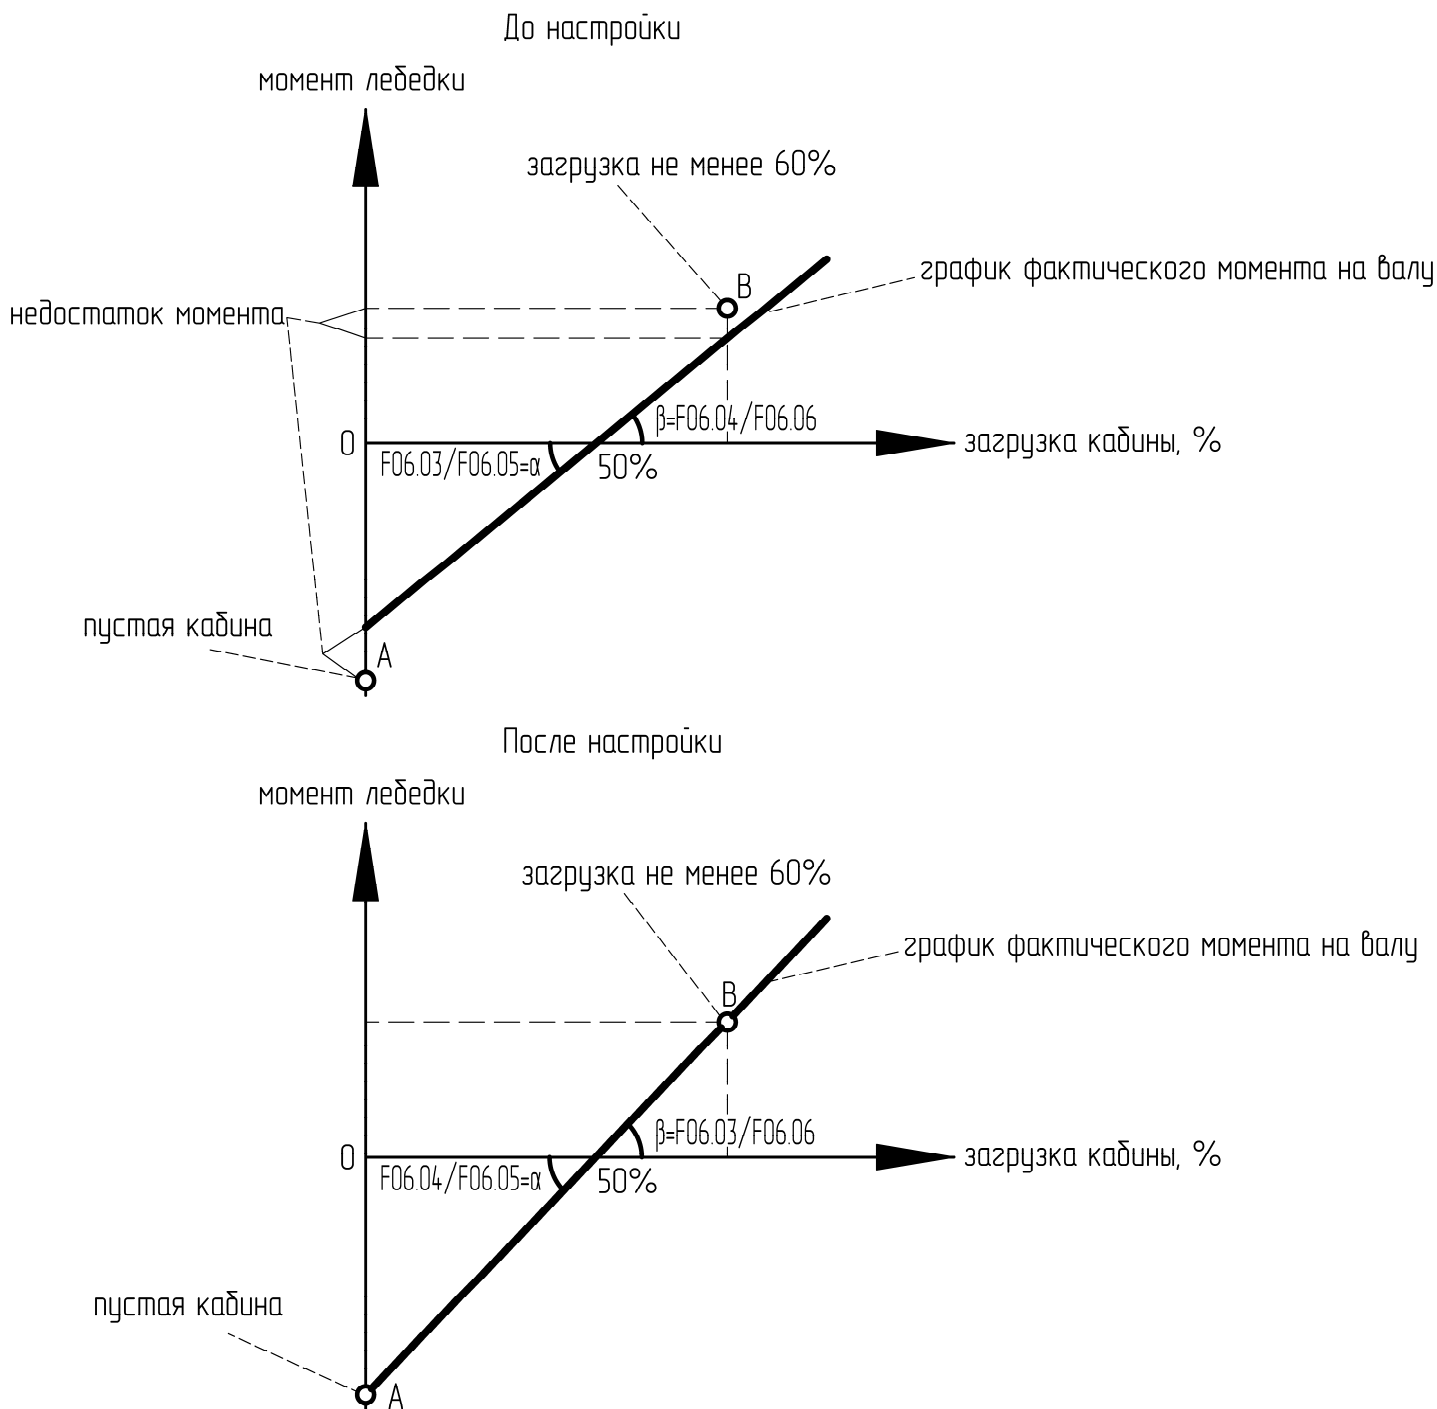

Рисунок 8.3 – Принцип настройки противоотката
7. **Определение момента точки А (рисунок 8.3):** Подать команду «Вверх» от станции управления и следить за перемещением кабины. При **откате кабины вверх** необходимо **увеличивать значение коэффициента F06.04**, при **откате кабины вниз** необходимо **уменьшать значение коэффициента F06.04** до пропадания отката. Затем установить значение **F06.05 = F06.04**, подать команду на движение вниз, откат должен отсутствовать.
8 **Определение момента точки В (рисунок 8.3):** загрузить кабину не менее 60% от номинала. Далее подать команду «Вверх» от станции управления и следить за перемещением кабины. При **откате кабины вверх** необходимо **уменьшать значение коэффициента F06.03**, при **откате кабины вниз** необходимо **увеличивать значение коэффициента F06.03** до пропадания отката. Затем установить значение **F06.06 = F06.03**, подать команду на движение вниз, откат должен отсутствовать.